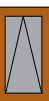

Abb. 1
5. **Kippscherengehäuse** ⑤ montieren. Kerbmarke am Kippscherenarm (Abb. 1, ①) auf den Blendrahmen übertragen, auf diese Markierung das Kippscherengehäuse mit der Kerbmarke montieren (Abb. 1, ②).
| <ol style="list-style-type: none"> 1. Beim Einhängen den Fenstergriff in die Putzstellung bringen (Abb. 2). 2. Das Sicherungsplättchen am Kippscherengehäuse öffnen und den Scherenarm einhängen (Abb. 1). 3. Den Fenstergriff in die Kippstellung bringen (Abb. 2) und das Sicherungsplättchen wieder schließen (Abb. 1). | <ol style="list-style-type: none"> 1. Beim Aushängen im gekippten Zustand das Sicherungsplättchen öffnen (Abb. 1). 2. Flügel schließen, den Griff in die Putzstellung bringen und den Flügel öffnen (Abb. 2). |